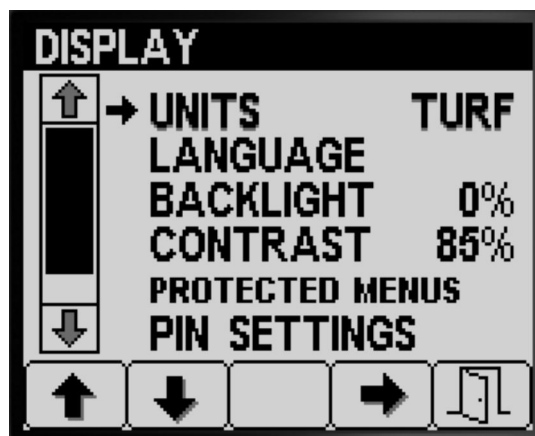

Figura 17
1. Apăsai butonul 1 sau 2 pentru a naviga la opțiunea UNITS (unități) (Figura 17).
2. Apăsai butonul 4 pentru a comuta între ENGLISH (englezeti), TURF (gazon) i unitățile de măsură SI (Figura 17).
3. Apăsai butonul 5 pentru a salva setarea, părăsii ecranul UNITS (unităi) i revenii la ecranul Settings (Setări) (Figura 17).